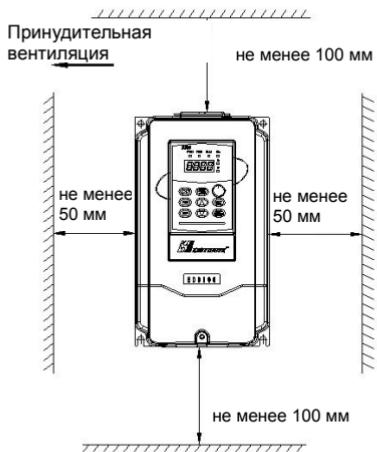

Рис. 3-1 Пространство, требуемое для установки преобразователя
- (1) Как правило, преобразователь должен устанавливаться вертикально.
- (2) Требующееся для установки преобразователя место и минимальное свободное пространство вокруг него показаны на рис. 3-1.